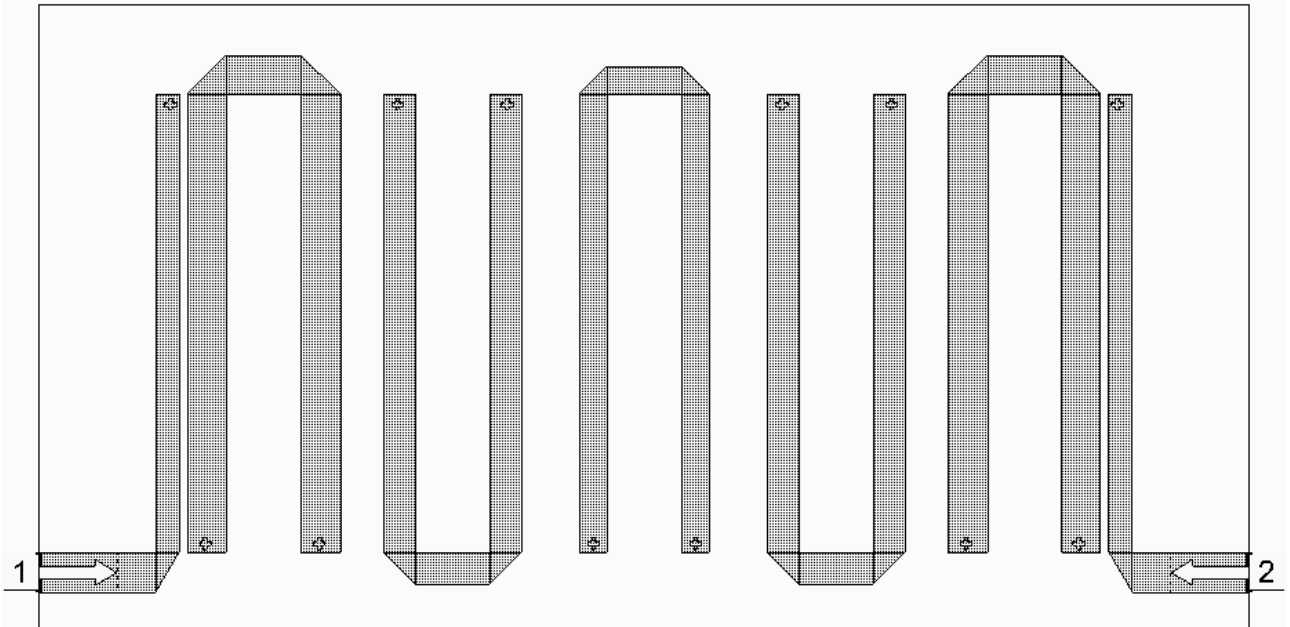

Рис. 4.91
18. Аналогично установите порт на выходе фильтра, сдвинув его референсную плоскость на 2 мм влево. Созданная электромагнитная структура должна выглядеть, как показано на рис. 4.91.